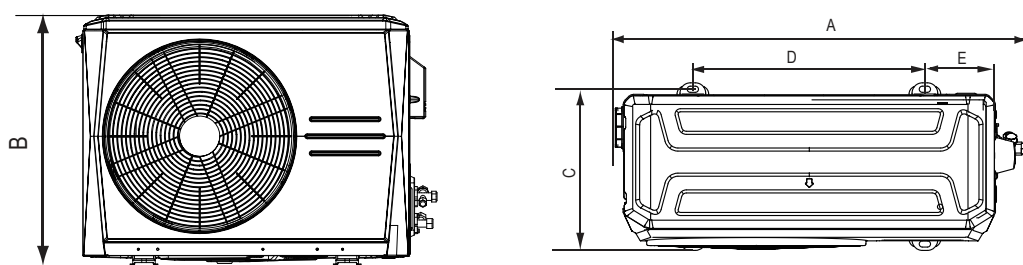

Fig. 4-2
4.1.1 Unidade de exterior, consulte a Fig. 4-2, Fig. 4-3 e o Quadro 4-1. (Unidade: mm)